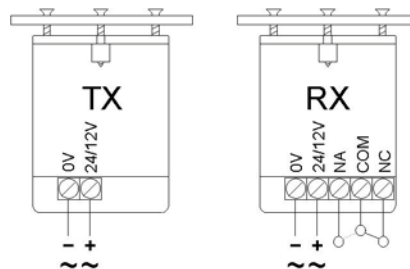

Fig. 2
Anschlüsse des Klemmbretts: (Fig. 2)
- Die Kabel laut Schema am Klemmbrett anschliessen (Fig. 2).